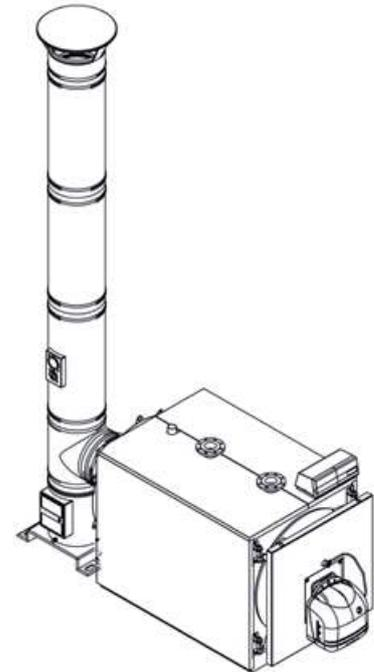

рис. 8
5.4 Удаление продуктов сгорания (рис. 8)